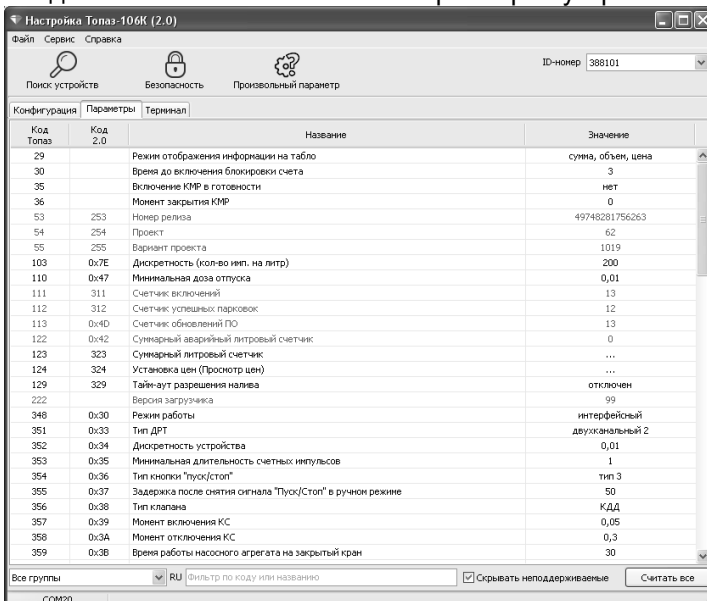

Рисунок 4
6.3 На вкладке "Параметры" (рисунок 4) можно просмотреть и при необходимости изменить значения параметров устройства.